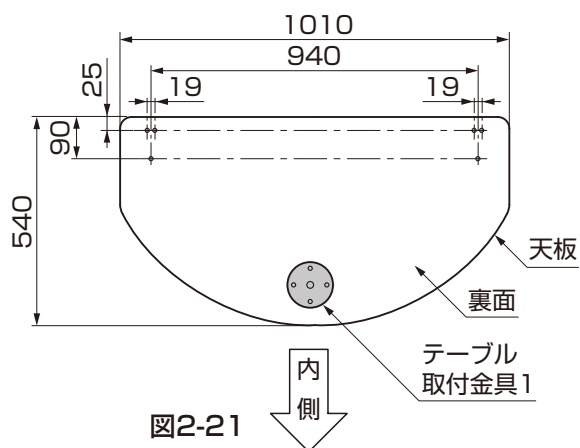

図2-21
- 天板は、テーブル取付金具1が付いている方を内側にしてください。(図2-21参照)
- 【1-1】は図2-21の寸法の位置でネジ止めしてください。